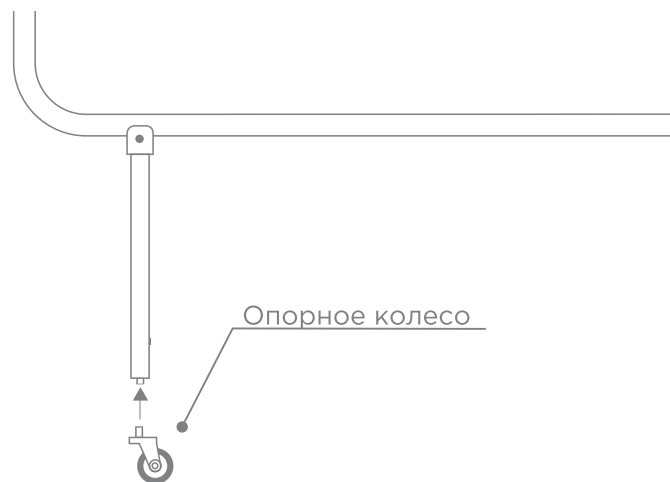

Рисунок 7.2.2. Установка опорного колеса.
3. Закрутите резьбовую ось опорного колеса в основание опорной планки створки (рис. 7.2.2).